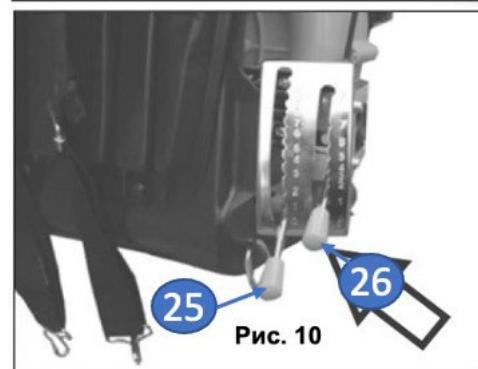

Рис. 10
Установите рычаг газа 26 (См. Рис.10) в положение «1».
- Установите рычаг газа 26 (См. Рис.10) в положение «0»
- Установите рычаг газа 26 (См. Рис.10) в положение «1»